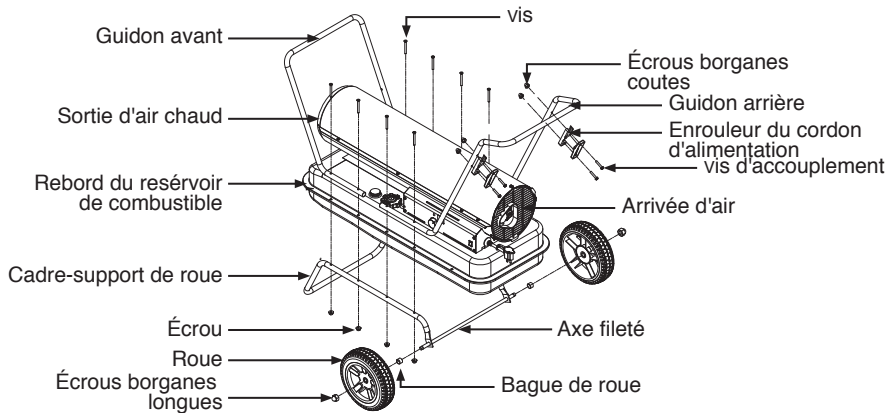

Figure 7. Montage de la Poignée, des Roues et du Câble Rétractable
- 4) Positionnez les guidons sur le rebord du réservoir de combustible. Insérez les vis dans les guidons, le rebord du réservoir de combustible et le cadre-support des roues, tel qu'illustré à la figure 7, puis fixez solidement le doigt d'écrou après l'insertion de chaque vis.